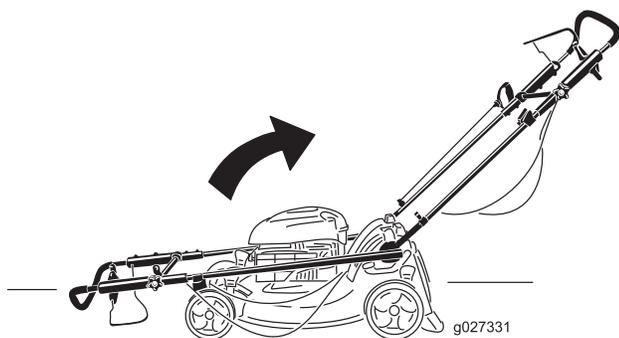

Figura 4
2. Aprite la stegola come mostrato in Figura 4.